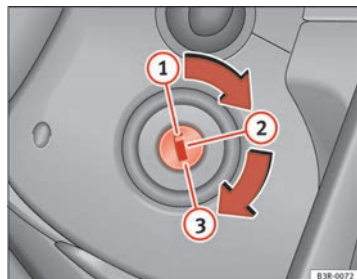

Fig. 148 Positions de la clé de contact
- Amenez la clé de contact en position ① ⇒ page 184, fig. 148.